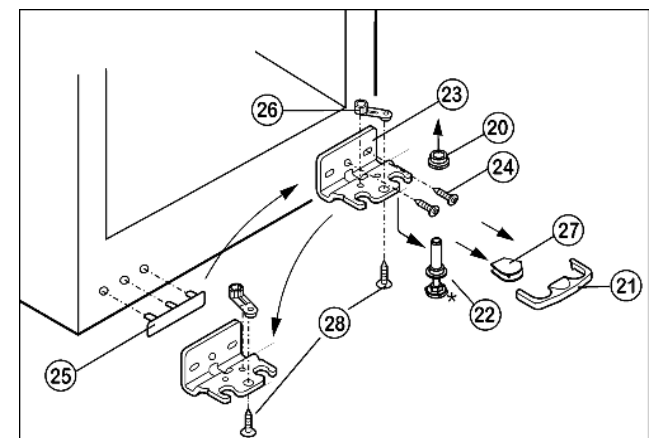

Fig. 5
- Sicherung Fig. 5 (21) nach vorn abziehen.
- Abdeckung Fig. 5 (27) abziehen.*
- Lagerbolzen Fig. 5 (22) nach unten und vorn herausziehen. Dabei auf Scharnierbuchse Fig. 5 (20) achten.
- Lagerbock Fig. 5 (23) abschrauben (2 x Torx 25) Fig. 5 (24).
- Lagerteil Fig. 5 (26) abschrauben (1 x Torx 25) Fig. 5 (28) und in das gegenüberliegende Aufnahmeloch des Lagerbocks umsetzen, wieder festschrauben.
- Griffseitige Abdeckung Fig. 5 (25) vorsichtig abheben und umsetzen.
- Lagerbock Fig. 5 (23) auf der neuen Scharnierseite ggf. mit Hilfe eines Akkuschaubers wieder anschrauben, durch äußeres Langloch und Rundloch.
- ▶ Abdeckung Fig. 5 (27) auf der Gegenseite aufsetzen.*
- ▶ Die Sicherung (21) muss seitlich am Lagerbock einrasten, damit der Lagerbolzen und damit die Tür gesichert ist.
- ▶ Sicherung (21) auf Lagerbock wieder aufrasten.
- ▶ Scharnierbuchse Fig. 5 (20) aufsetzen.
- ▶ Tür von oben auf Lagerbolzen unten Fig. 5 (22) aufsetzen.
- ▶ Mittlere Schraube am Lagerbock unten Fig. 5 (23) in freies Langloch umsetzen.
- ▶ Die Tür evtl. über die beiden Langlöcher im Lagerbock unten Fig. 5 (23) fluchtend zum Gerätegehäuse ausrichten.